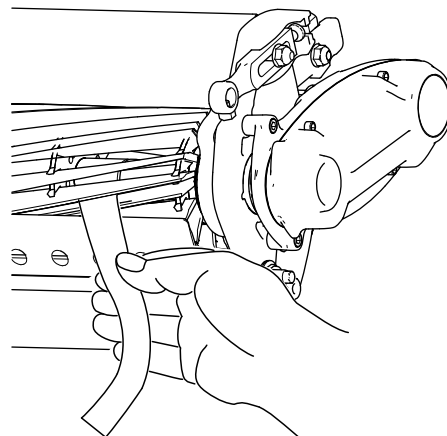

Figura 9
- B. Insira uma fita comprida de papel de desempenho de corte (Peça Toro N.º 125-5610) entre o cilindro e a lâmina de corte, perpendicular à lâmina de corte (Figura 9) e, em seguida, rode
11. Insira uma fita comprida de papel de desempenho de corte (Peça Toro N.º 125-5610) entre o cilindro e a lâmina de corte, perpendicular à lâmina de corte (Figura 9) e, em seguida, rode **lentamente** o cilindro para a frente; deve cortar o papel; caso contrário, rode cada parafuso de ajuste da barra de apoio no sentido dos ponteiros do relógio 1 clique e repita este passo até que corte o papel.